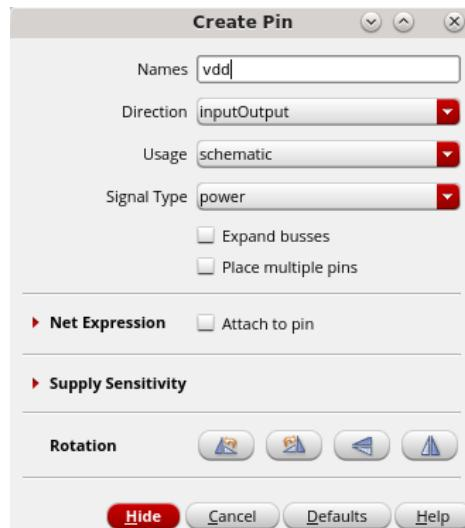

图 19 添加端口
16. 在弹出的如图 19 所示的对话框中，在 Names 属性栏输入 vdd，在 Direction 属性栏选择 inputOutput，在 Usage 属性栏选择 power。